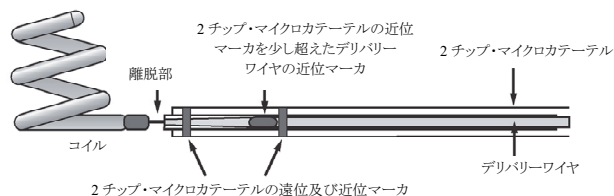

図2: コイルと2チップ・マイクロカテーテルの適切なアライメント
コイルの離脱を行う前に、デリバリーワイヤのアライメントマーク全体が2チップ・マイクロカテーテルの近位マーク全体と交差し、図2のように整列するようコイルを留置する。デリバリーワイヤマークの近位端が2チップ・マイクロカテーテルの手元部マークの遠位端を越えていない場合は、コイルの離脱部が2チップ・マイクロカテーテルチップの十分外側になく、適切に離脱するための導電性が十分にあることがある。
- デリバリーワイヤとマイクロカテーテルマーカが適切に整列していない。適切なアライメントについては図 2 を参照